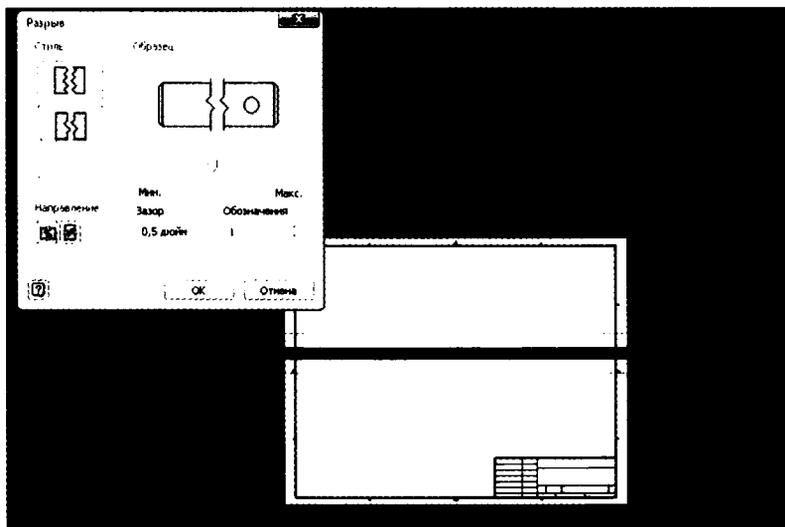

Рис. 6.9. Определение точек разрыва
- Щелкните первую точку разрыва правее красной детали и вторую точку недалеко от конца детали слева, как показано на рис. 6.9.